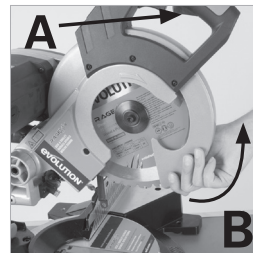

Abb. 39
- Drücken Sie den Trigger für den unteren Blattschutz **(A)** und drehen Sie den unteren Blattschutz **(B)** nach oben in den oberen Blattschutz. **(Abb. 39)**